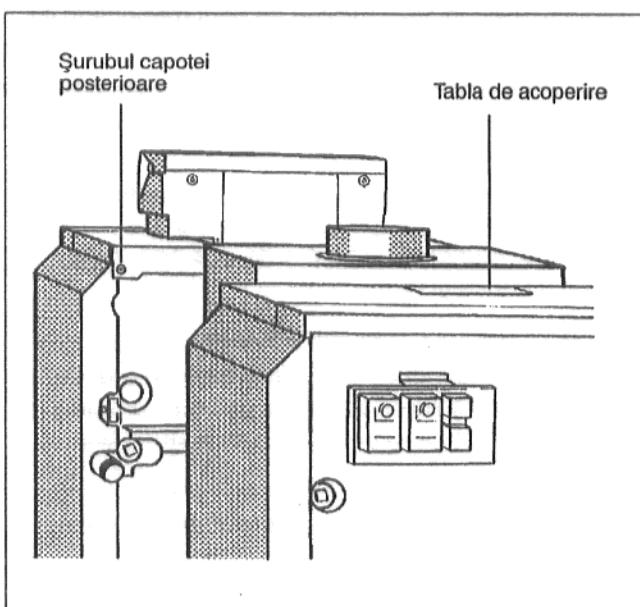

Fig. 20: Tabla de acoperire G334 XD
- Capota din spate a cazanului se înșurubează cu peretele posterior al cazanului (Fig. 20).
Tabla de acoperire se împinge pe capota posterioară și se fixează pe aceasta prin îndoirea bucătelelor de tablă (Fig. 20).